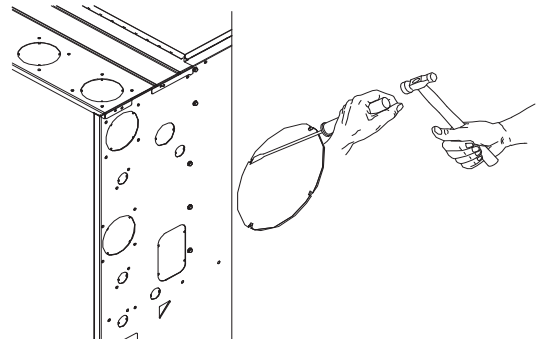

Fig. 15 – Retrait de la découpe
1. Retirez la découpe de 22 mm (7/8 po) du côté droit du caisson. La technique suggérée pour retirer la découpe est illustrée à la Fig. 15.
5. Retirez les vis du carter de l'évacuateur, débranchez les faisceaux et mettez le carter de l'évacuateur de côté. La technique suggérée pour retirer la découpe est illustrée à la Fig. 15.